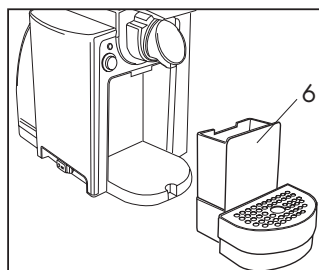
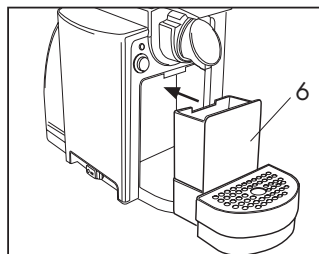

Fig. 12
Fig. 13
- Si le témoin bleu de machine prête (2) clignote, cela signifie qu'on a utilisé 14 capsules et que tiroir des capsules (6) est plein. Dans ce cas, la machine ne fait plus de café. Retirer le porte capsules (6) le vider et le rincer **(Fig. 12)**. Nettoyer les résidus d'eau et de café du bac et de la grille. Lorsqu'il est propre, réintroduire le bac avec le porte capsules **(Fig. 13)**. Régler le témoin de machine prête (2) en maintenant la touche de distribution (3) enfoncée pendant deux secondes ou éteindre et rallumer la machine avec l'interrupteur principal (9).
• Le récipient des capsules utilisées peut contenir un maximum de 13 capsules. Il faut donc le vider régulièrement pour éviter que les capsules ne s'encastrent. Pour ce faire, il faut retirer le récipient des capsules (6)(Fig. 12) Vider le récipient des capsules et le rincer. Nettoyer les résidus d'eau et de café du bac et de la grille. Lorsque c'est fait, réintroduire le bac avec le récipient des capsules (Fig. 13).